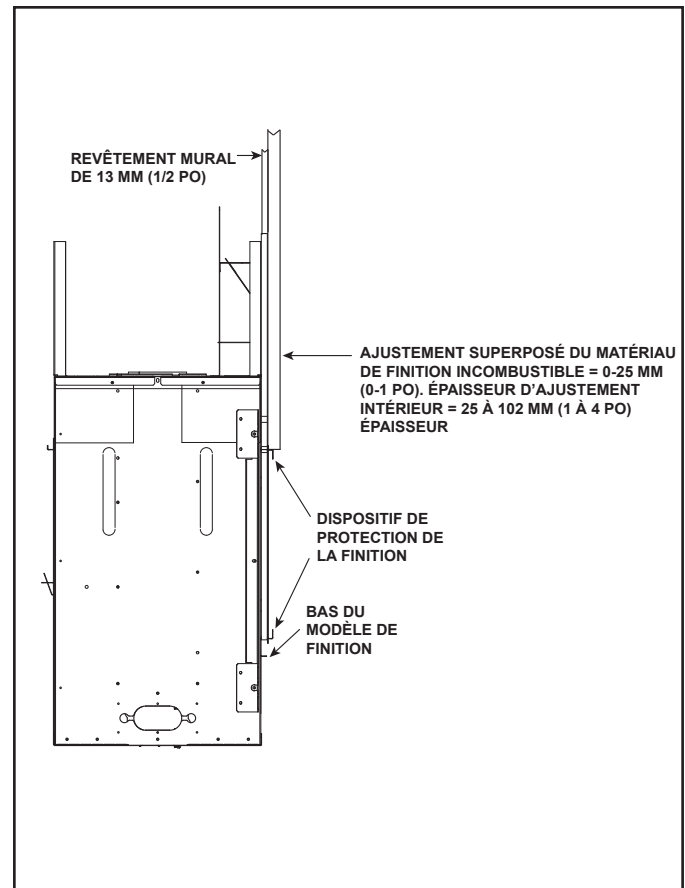

Figure 10.2 Finition et matériaux de revêtement - modèles à vue sur un seul côté
L'épaisseur du matériau de revêtement décoratif est mesurée à partir de la façade du panneau incombustible installé. Voir les figures 10.2 et 10.3.
Les façades pour cet appareil sont compatibles avec des matériaux incombustibles. Voir les Figures 10.2 et 10.3.
1. Retirer le bas du modèle de finition du panneau d'accès inférieur. Vérifiez que les protections de finition installées en usine sont bien en place pour assurer que les matériaux de finition n'atteignent pas l'ouverture du foyer. Voir les figures 10.2 et 10.3.